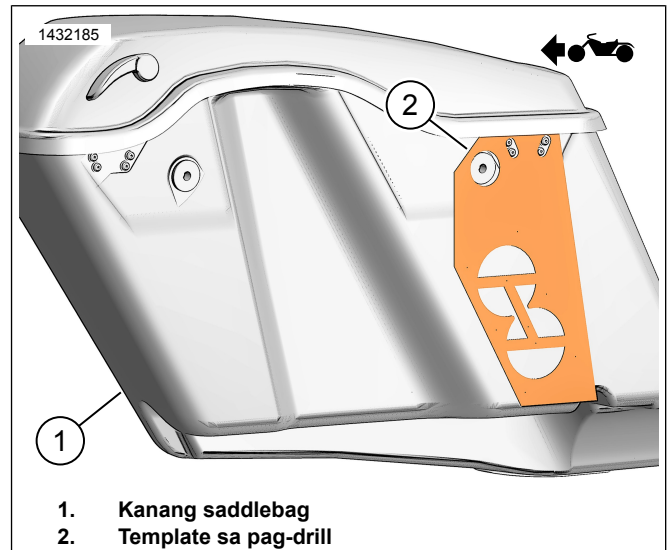

Figure 9. Template ng Kanang Saddlebag
1. Figure 9 Ipuwesto ang template (2) sa kanang saddlebag (1).